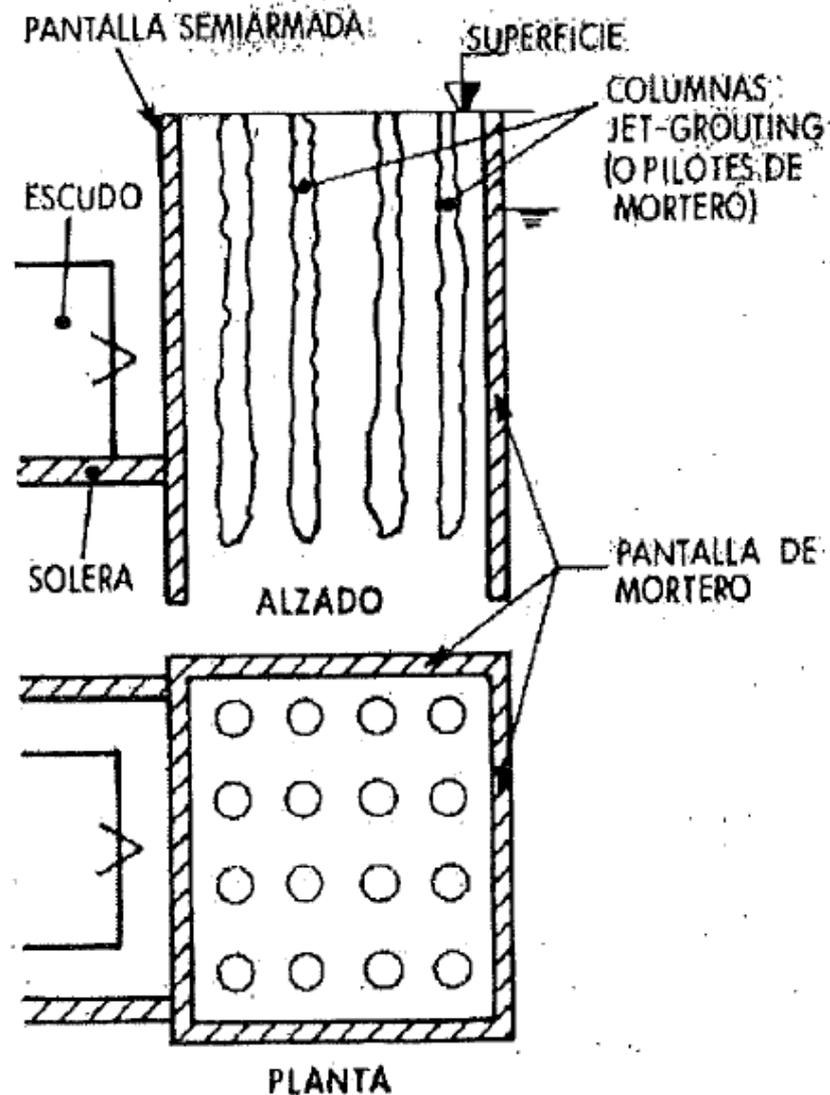

Figura 18. Jet grouting para el refuerzo del terreno en la llegada de las tuneladoras a las estaciones
- En la llegada de las tuneladoras a las estaciones, para evitar la formación de socavones al romper la pantalla de cierre (Figura 18).